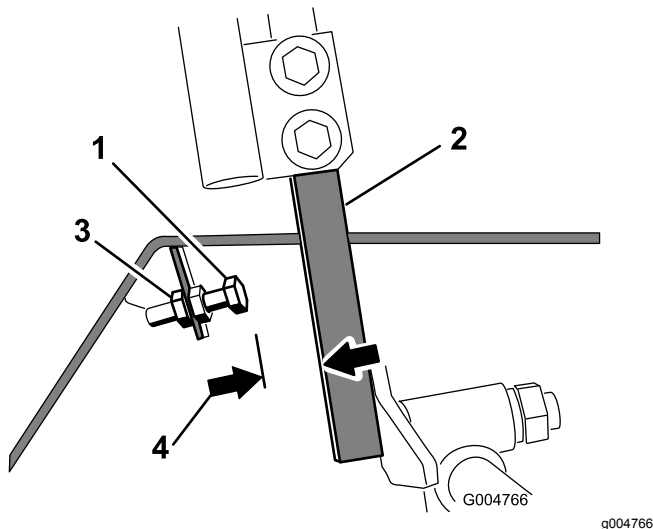

Bild 53
- Lösen Sie die Klemmmutter an der Anschlagschraube für einen Fahrantriebshebel (Bild 53).